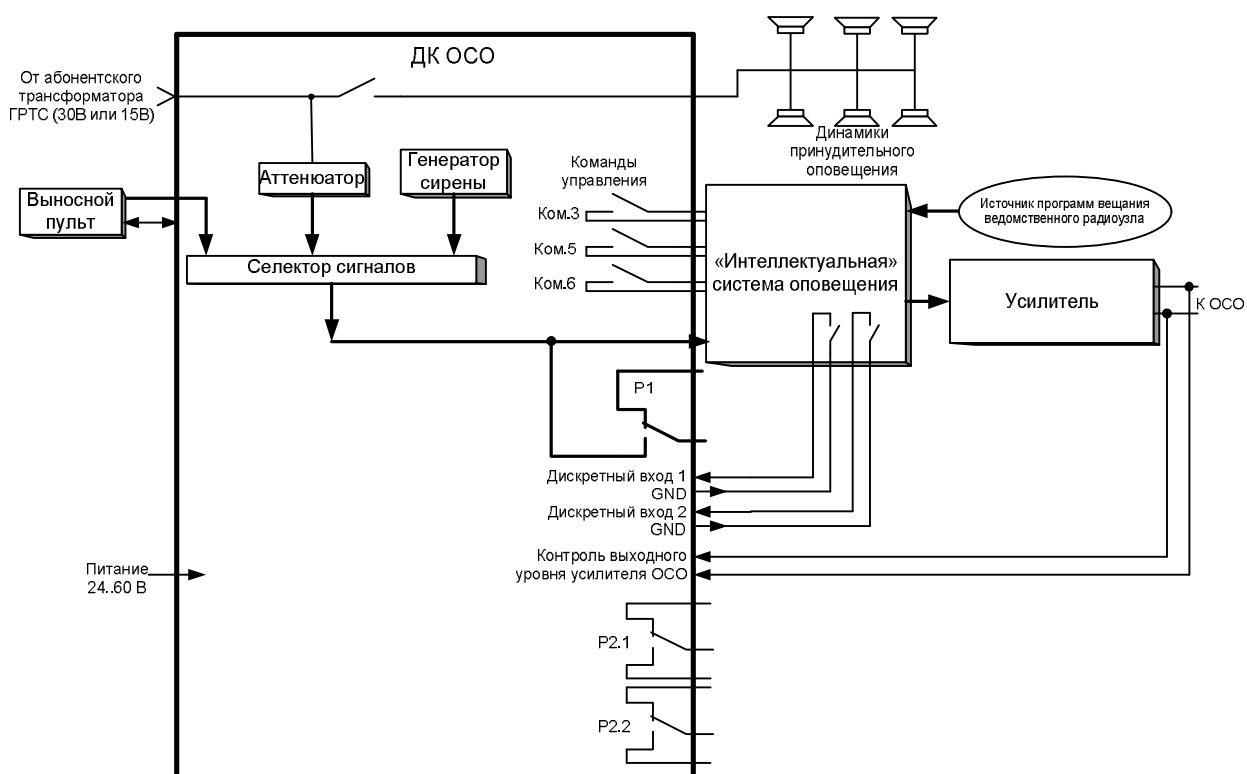
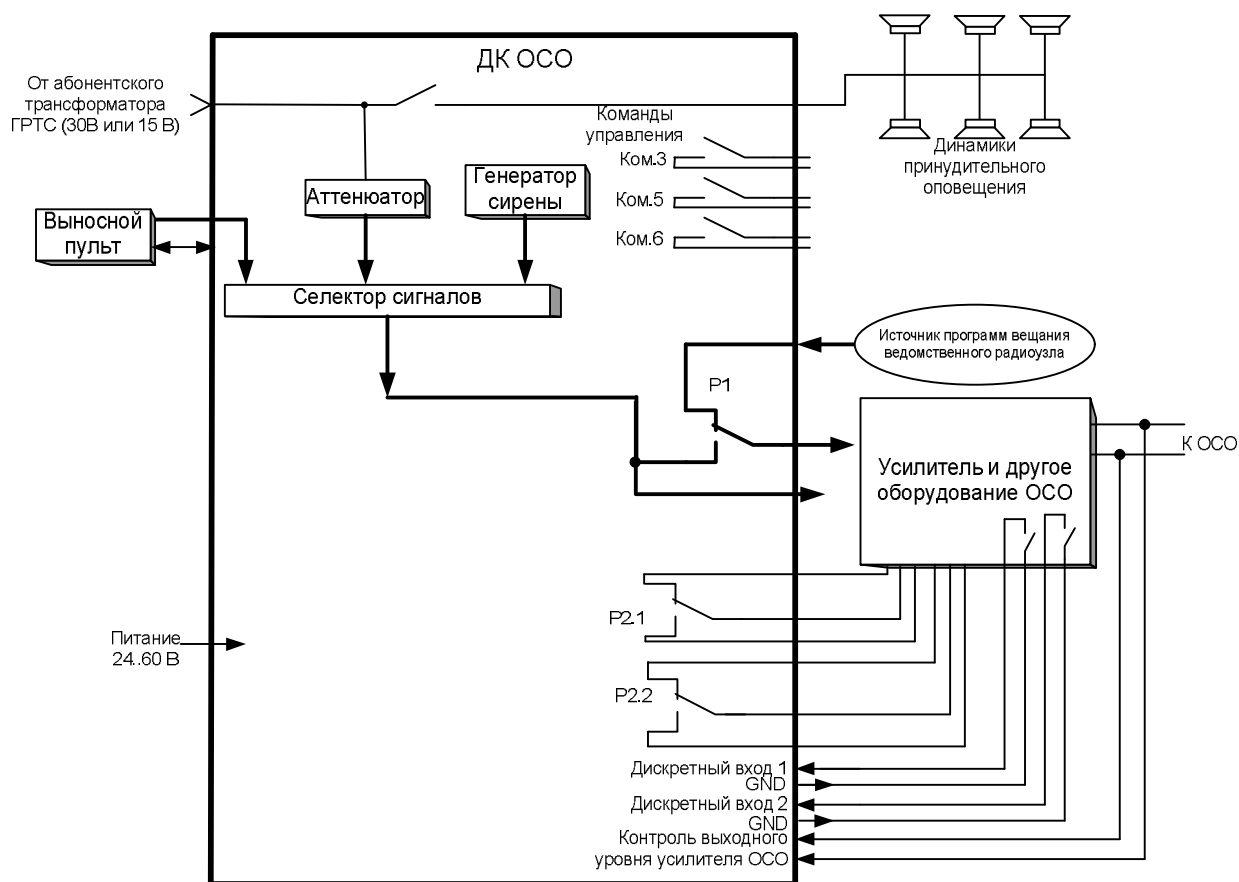

Рисунок 1 – Структурная схема подключения ДК-ОСО к «интеллектуальной» системе оповещения. Жирным выделен тракт подачи звукового сигнала
Рисунок 2 – Структурная схема подключения ДК-ОСО к обычной системе оповещения. Жирным выделен тракт подачи звукового сигнала
«интеллектуальной» системы оповещения подается команда 6 «Отбой», реле Р1 и Р2 (Рисунок 1 и Рисунок 2) отключены.
- включается реле Р1 и на вход местного усилителя ОСО (Рисунок 2) подается сигнал АЛ сети ПВ или встроенного генератора сирены;
- включается реле Р1 и на вход местного усилителя ОСО (Рисунок 2) подается сигнал АЛ сети ПВ;
- включается реле Р1 и на вход местного усилителя ОСО (Рисунок 2) подается сигнал встроенного генератора сирены;
- включается реле Р1 и на вход местного усилителя ОСО (Рисунок 2) подается сигнал встроенного генератора метронома;